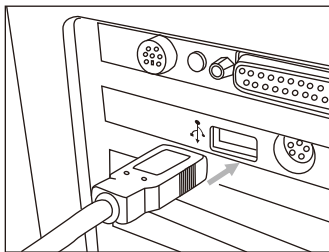

图8
- 5). 将USB传输线的另一端插入电脑主机背后之空闲连接接口，如图8：